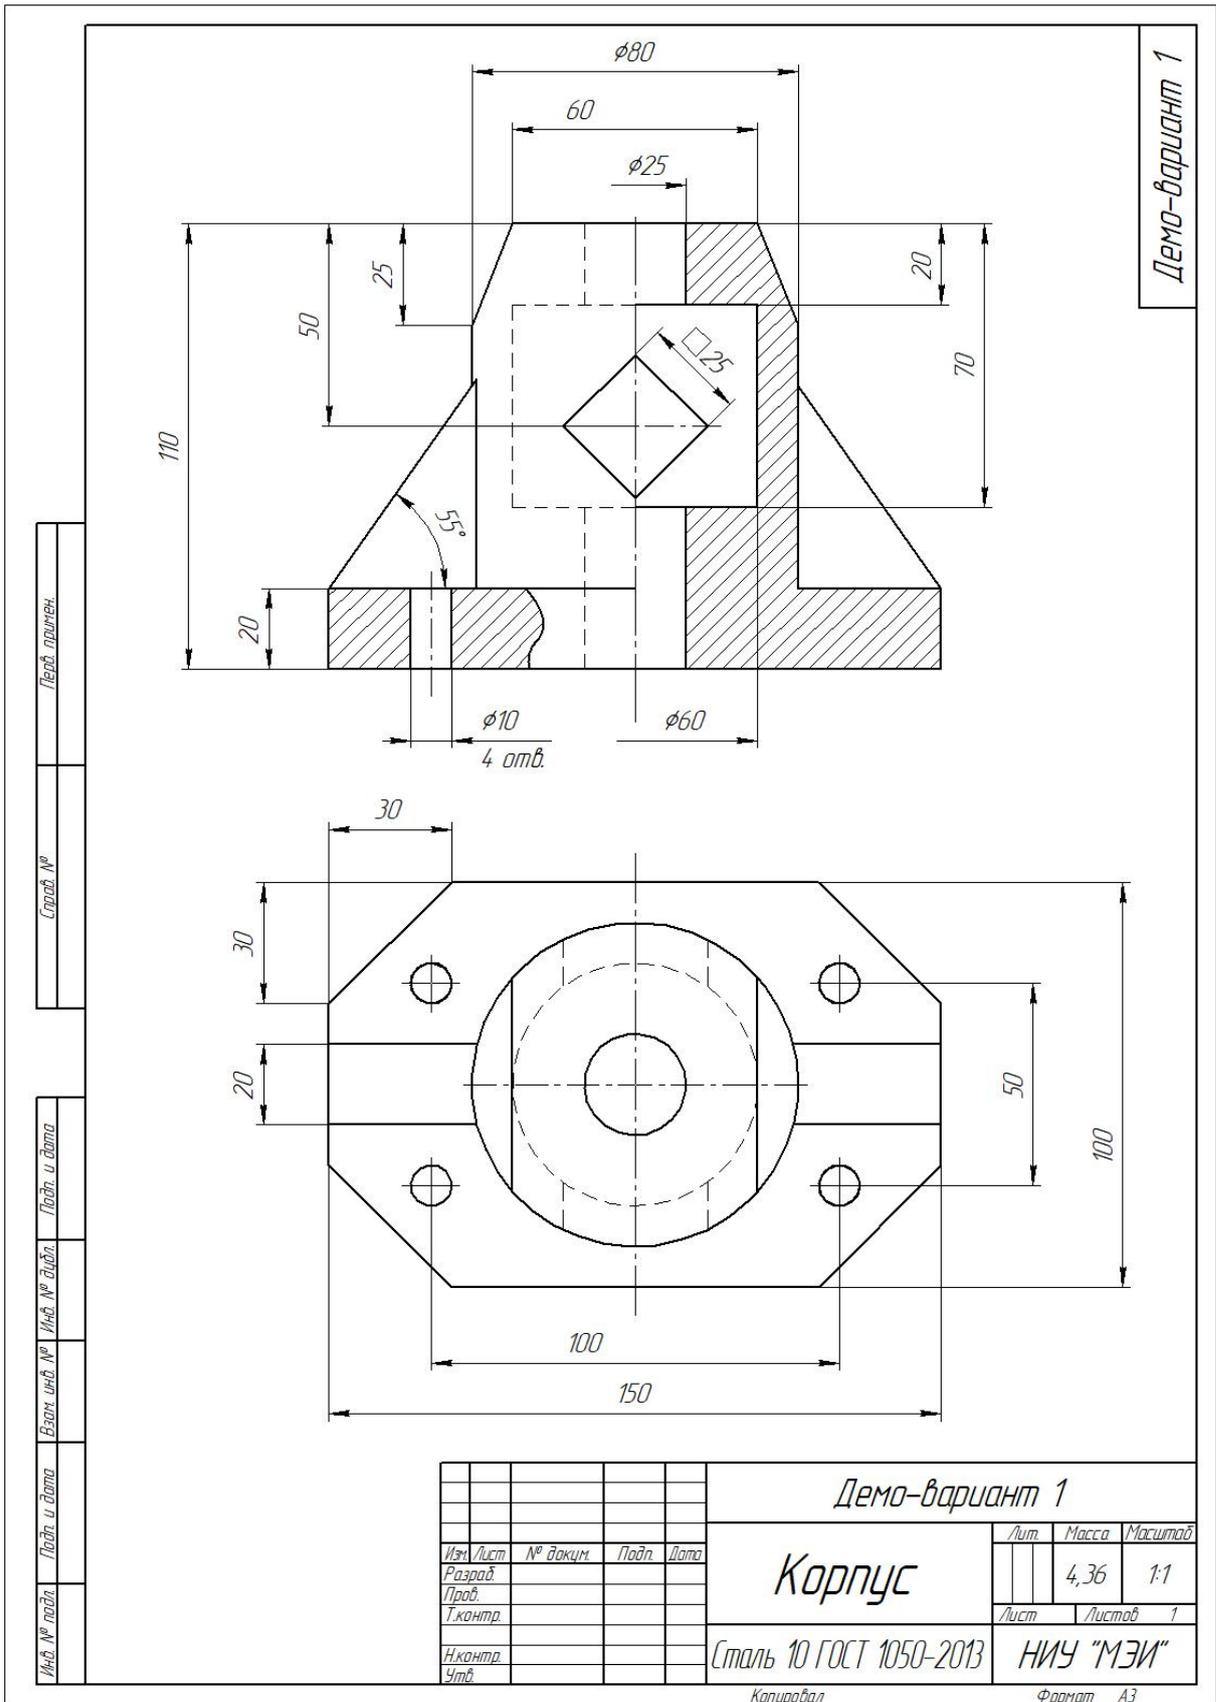

Рис. 1. Чертёж для создания 3D-модели
1. Постройте 3D-модель по заданному чертежу (рис. 1). Сохраните полученную модель детали в формате выбранной САПР: *.m3d для КОМПАС-3D или *.grs, *.grb для T-FLEX CAD.